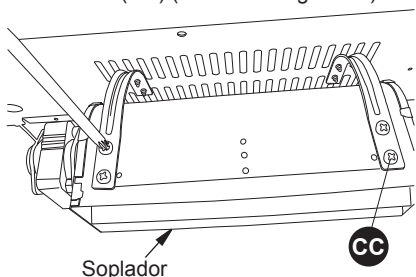

Figura 19 - Colocación del soplador al panel de acceso del soplador
2. Adjuntar soplador para el interior del panel de acceso del soplador con 4) M4.2X8 tornillos (CC) (consulte la figura 19).